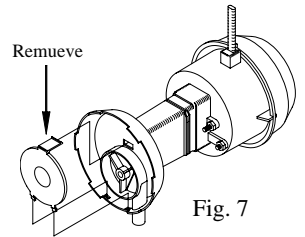

Fig. 7
• **Limpiar la bomba.** Es necesario limpiar la bomba una vez al principio de cada año. Por su propia seguridad, apague la unidad y desconecte el motor y la bomba. Quite la bomba de su montura. Quite la base de la bomba (véase fig. 7). Limpie la bomba. Dé la vuelta a la hélice para verificar que se mueve libremente. Quite el pico de la bomba y vea si está obstruido. Vuelva a colocar la base de la bomba. Coloque la bomba en la unidad y fíjela en su montura. Esto impedirá que se caiga la bomba al agua, lo que dañaría el motor. No se olvide de volver a conectar el tubo de agua a la bomba. La bomba contiene un depósito protector en caso de sobrecalentamiento (se apagará automáticamente).